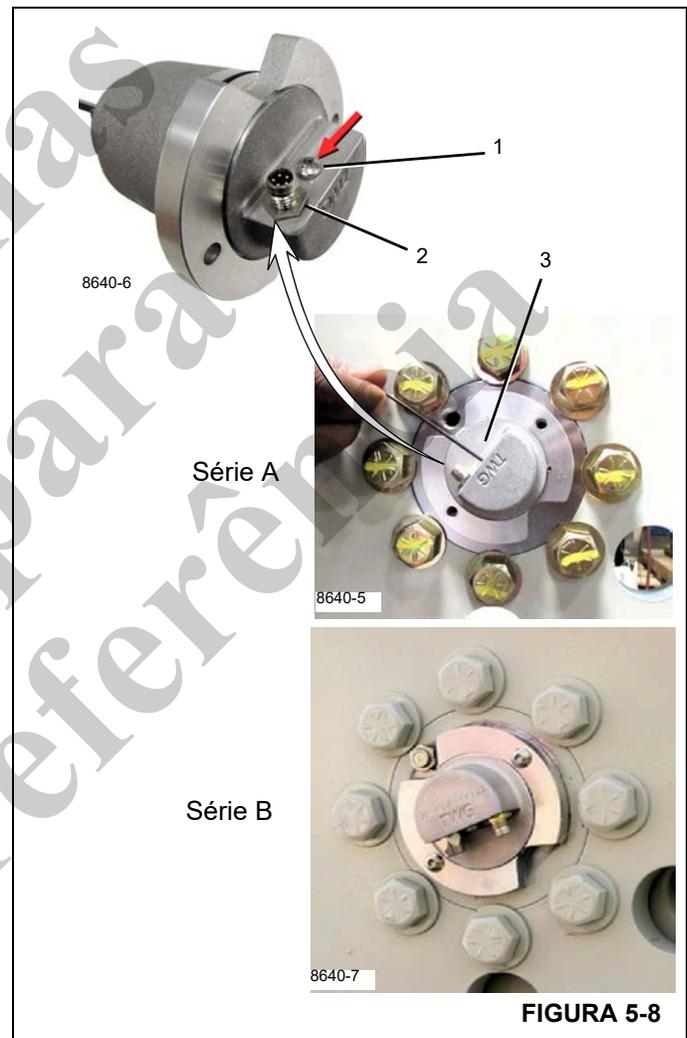

FIGURA 5-8
2. Remova a alimentação do MWI desconectando o cabo do DRI (2, Figura 5-8).
3. Remova o parafuso da tampa selada do botão de programação do HMS (Sistema de monitoramento do guincho) (1, Figura 5-8) no DRI.
4. Pressione e segure suavemente o botão de programação (3, Figura 5-8) e ligue novamente a alimentação do MWI reconectando o cabo do DRI.
**NOTA:** Manter o botão pressionado por mais de 15 segundos coloca o HMS no Modo de transporte para as unidades da Série A. (Consulte a Figura 5-8). Consulte Modo de transporte para obter mais informações.
**NOTA:** Se o parafuso de programação (1, Figura 5-8) não for substituído, a operação do MWI pode ser afetada.
3. Remova o parafuso da tampa do botão de programação (1, Figura 5-8).